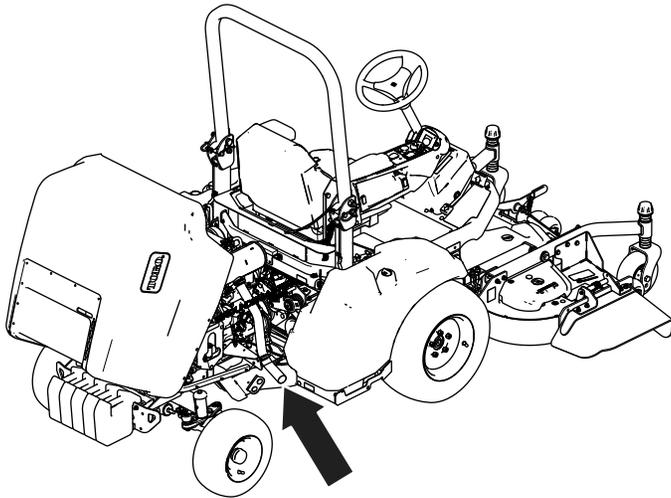

Figura 5
1. Sollevate il cofano (Figura 5).